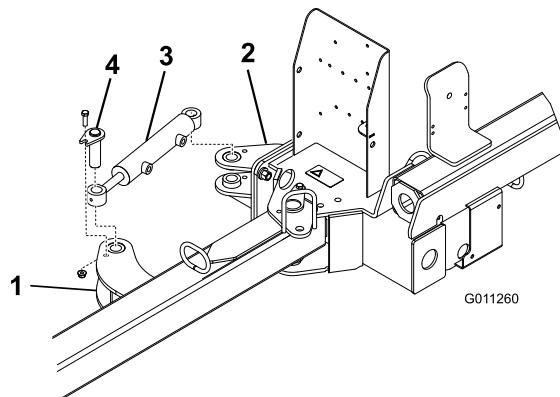

Figura 6
2. Fixe cada extremidade do cilindro hidráulico a uma patilha do accionador com um conjunto do pino, um parafuso de 3/8 x 1-1/4 pol. e uma porca flangeada de 3/8 pol. Figura 6). Certifique-se de que a extremidade da haste (extremidade de funcionamento) do cilindro está ligada à patilha do accionador dianteiro.